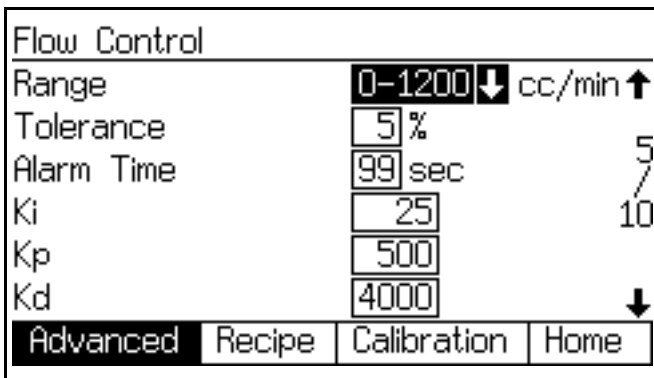

ABB. 95. Erweiterter Einrichtungsbildschirm 5 (nur Automatik-Modus mit Durchflussregelung)
2. Rufen Sie den **Erweiterter Einrichtungsbildschirm 5** auf (siehe ABB. 95). Durchflussbereich auswählen, der den größten Solldurchfluss für Ihre Anwendung abdeckt (z. B. 0-1200).